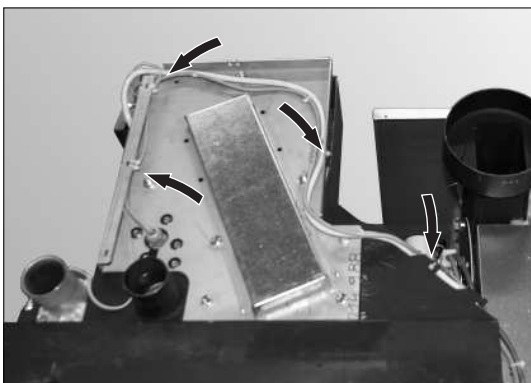

Fig. 52 Kabel verlegen und mit Kabelbinder fixieren
- Kabel vom oberen Näherungsschalter Vorratsbehälter verlegen und mit Kabelbinder fixieren – Fig. 52.